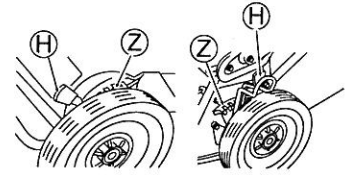

Abb. 6.
- 2 Drücken Sie den Schnitthöhenstellhebel (H) in Richtung Rad und lösen Sie ihn von den Rasten (Ausnehmungen) (Z). (Siehe Abb. 6 und 7.)